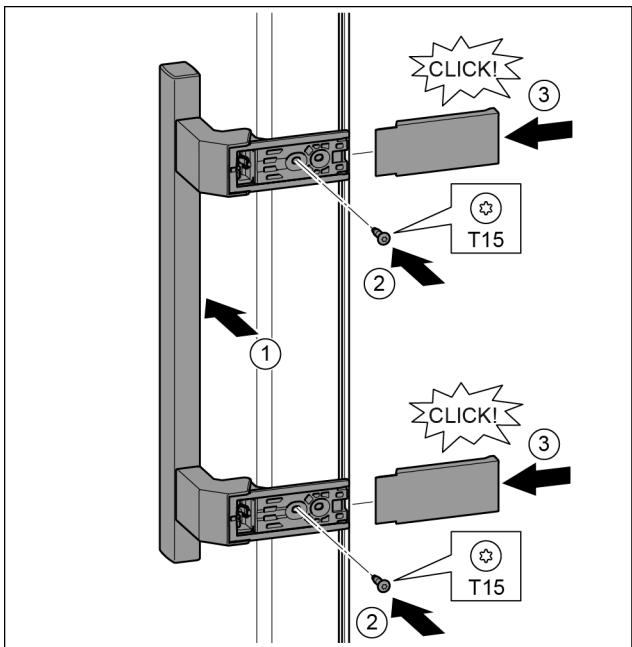

Fig. 19
- Griff auf der Gegenseite ansetzen. Fig. 19 (1)
- Schrauben mit Schraubendreher T15 festschrauben. Fig. 19 (2)
- Abdeckungen seitlich ansetzen und aufschieben. Fig. 19 (3)